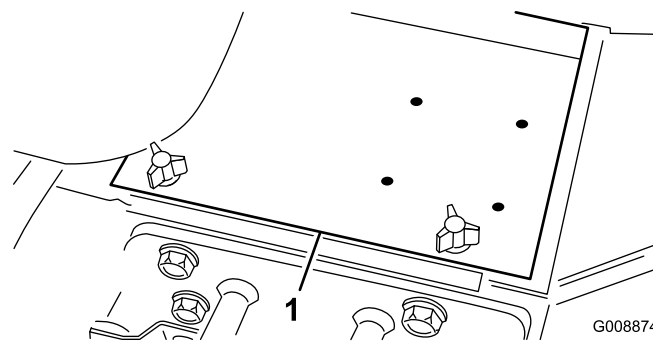

Рисунок 3
2. Снимите крышку аккумулятора (Рисунок 3).